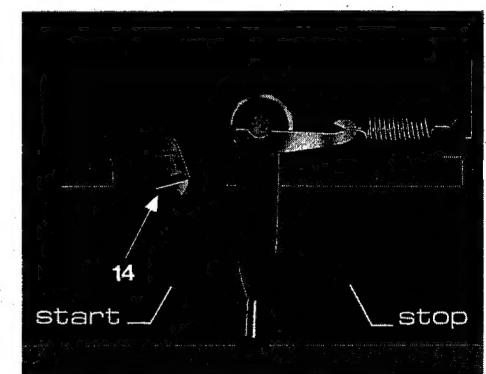

Fig. 26
Beim Betätigen der Steuertaste senkt sich die Abtastnadel selbsttätig in die Einlauftrille der Schallplatte. Setzt z.B. bei einem nachträglich montierten Tonabnehmersystem der Abtaststift zu weit innen oder außerhalb der Schallplatte auf, stellen Sie die Drehtaste für die Plattenteller-Drehzahl-Einstellung auf "33". Durch Abnehmen der Zierleiste (nach vorne drücken und am hinteren Rand zuerst hochklappen) wird die Regulierschraube (14) sichtbar, mit der der Tonarmaufsetzpunkt justiert werden kann (Fig. 26). Legen Sie bitte eine 30 cm-Schallplatte auf und starten Sie das Gerät. Wenn der Abtaststift zu weit innen oder außen auf der Schallplatte aufsetzt, drehen Sie die Justierschraube entsprechend nach rechts oder nach links.
Lorsqu'on actionne la touche de commande, la pointe de lecture descend automatiquement dans le sillon d'entrée du disque. Si après un changement de cellule, la pointe descend trop loin à l'intérieur ou à l'extérieur du disque, amenez le bouton de réglage de la vitesse du plateau sur "33". Lorsqu'on retire la réglette décorative (en la soulevant préalablement sur le bord arrière) la vis de réglage (14) du bras devient visible (Fig. 26). Posez un disque de 30 cm sur le plateau et mettez l'appareil en route. Si la pointe descend trop vers l'intérieur ou l'extérieur du disque, tournez la vis vers la gauche ou resp. la droite.
Move the speed selector to "3". Removing the decorative strip (first lift it on the rear edge) will expose the control (14) for tonearm indexing (Fig. 26).
Wanneer de afstelling niet juist is, geval de naald ofwel naast of te ver op de plaat komt, dan kan de afstelling gecorrigeerd worden. Daartoe wordt de toerental omschakelaar op "33" gezet. Door het verwijderen van de sierlijst (eerst aan de achterkant omhoogklappen) wordt de instelschroef zichtbaar. Met deze schroef wordt het juiste opzetpunt ingesteld (Fig. 26).
Al elevar la moldura (comenzar la elevación por el canto posterior) aparecerá el tornillo de ajuste (14) con el que se puede ajustar el punto de entrada de la aguja (Fig. 26). Coloque a tal fin un disco de 30 cm. y ponga en marcha el aparato. Si la aguja entra demasiado o se posa fuera del disco, gire el tornillo hacia la izquierda o hacia la derecha respectivamente.
Skulle detta inträffa, ställ varvtalsomkopplaren på läge "33". Genom att ta bort prydadslistan (skjuts mot framkanten och lyftes i den bakre kanten) blir justeringskruven (14) för nedläggningspunkten synlig (Fig. 26). Lägg på en 30 cm skiva och starta skivspelaren. Om nälen hamnar för långt in eller ut på skivan, justera detta genom att vrida skruven antingen åt höger eller åt vänster.
Togliendo ora la piastrina sovrastante (prendendola verso l'avanti e sollevandone il bordo posteriore) si mette in evidenza la vite (14) con la quale è possibile regolare il punto di discesa del braccio (Fig. 26).